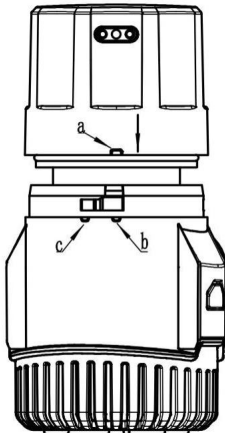

Figure 4
1. Richten Sie den konvexen Punkt a auf der Motorabdeckung (d. h. dem Motormodul) mit dem konvexen Punkt auf dem Motorgehäuse ansetzen und hineindrücken, wie in Abbildung 4 gezeigt.